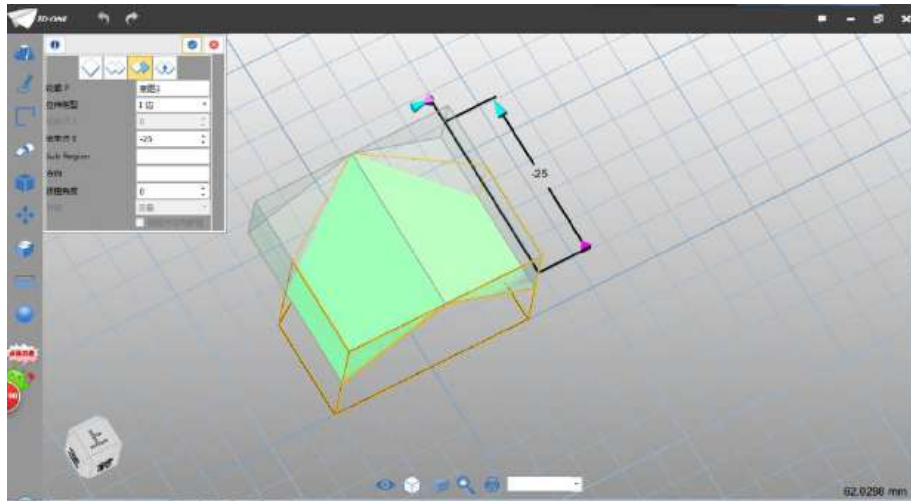

图 1-5
Step 5 选择拉伸命令 ，选择绘制的草图，结束点设为-25，布尔运算设为减运算，如下图 1-5 所示：